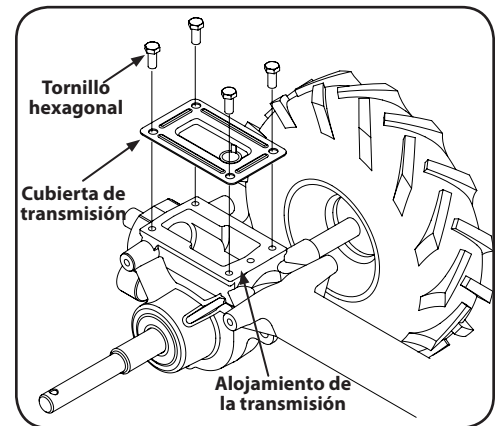

Figura 4-5
- Retire toda la suciedad y limpie el área alrededor de la cubierta de transmisión. Vea la Figura 4-5.
- Retire los cuatro tornillos hexagonales ($\frac{5}{16}$ -18 x .75) asegurando la cubierta de la transmisión al eje de la transmisión y retire la cubierta. Vea la Figura 4-5.